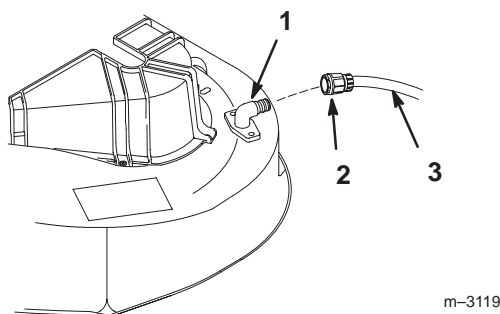

Figure 31
2. Vissez un raccord de lavage à l'embout de lavage du carter de tondeuse, et ouvrez l'eau en grand (Fig. 31).